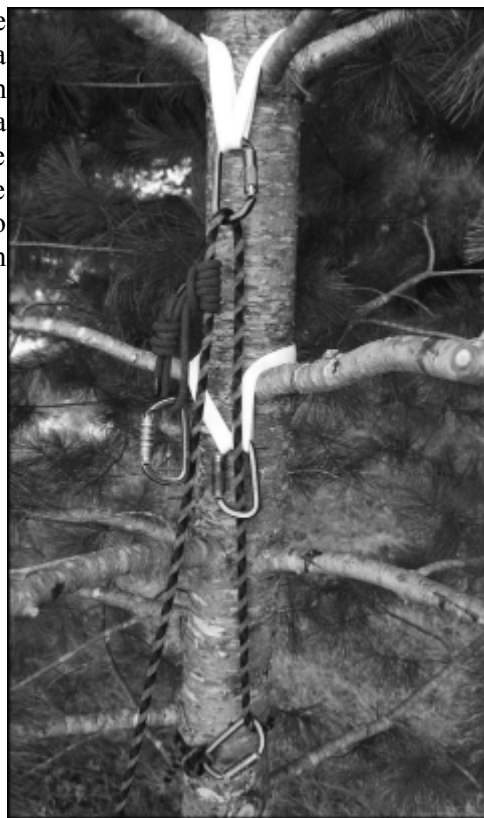

Figura 6a: Anclaje de amarre de 4 pulgadas
1. El sistema debe estar fijado al tronco del árbol en o por debajo del nivel de 4 pulgadas de diámetro del tronco del árbol (Figura 6a).
3. Rodea el tronco del árbol con el mosquetón de la cuerda belay y engancha el mosquetón de nuevo en la cuerda belay. Revisa que el mosquetón se haya cerrado bien. Con esto se fijará el extremo inferior de la cuerda belay al árbol (Figura 6a, página 61).